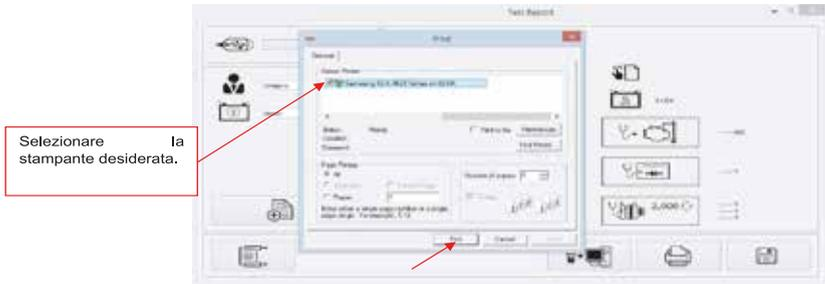

Fig. 70
- Una volta attivato, l'analizzatore mostrerà la schermata di benvenuto succeduta dalla schermata del menù principale: (Fig.69 e Fig.70)